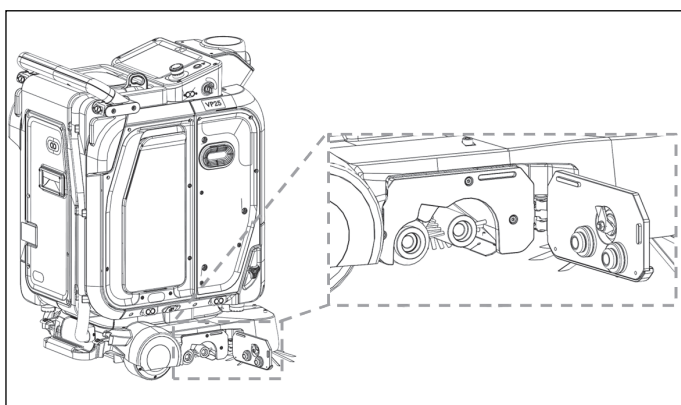

Figure 73
2. Retirez la brosse (**Fig. 73**) et retirez tous les cheveux ou impuretés emmêlés des poils et du rouleau.